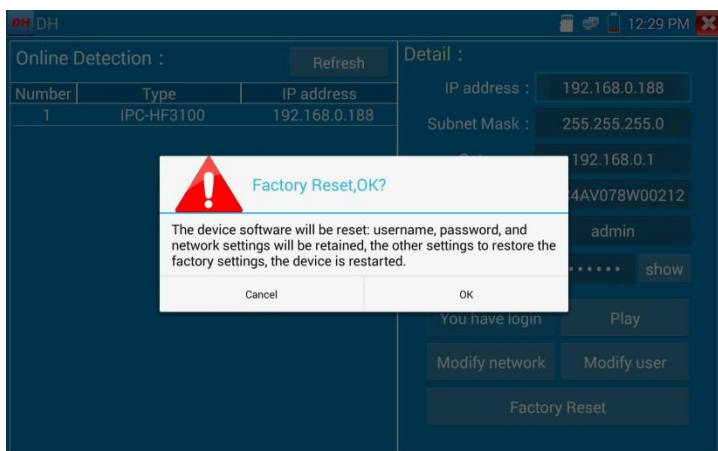

Рис. 152 Сброс к заводским настройкам
6. Для сброса настроек видеонаблюдения к заводским воспользуйтесь кнопкой «Сброс к заводским настройкам» (Factory Reset) рис. 152